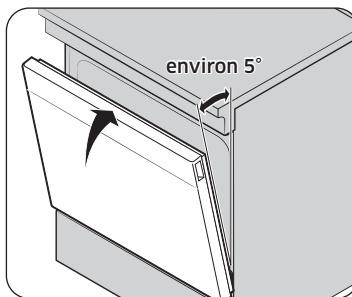

Fig. 1
- Fermez la porte en position de retrait, à un angle d'environ 5 degrés de la verticale (fig. 1).